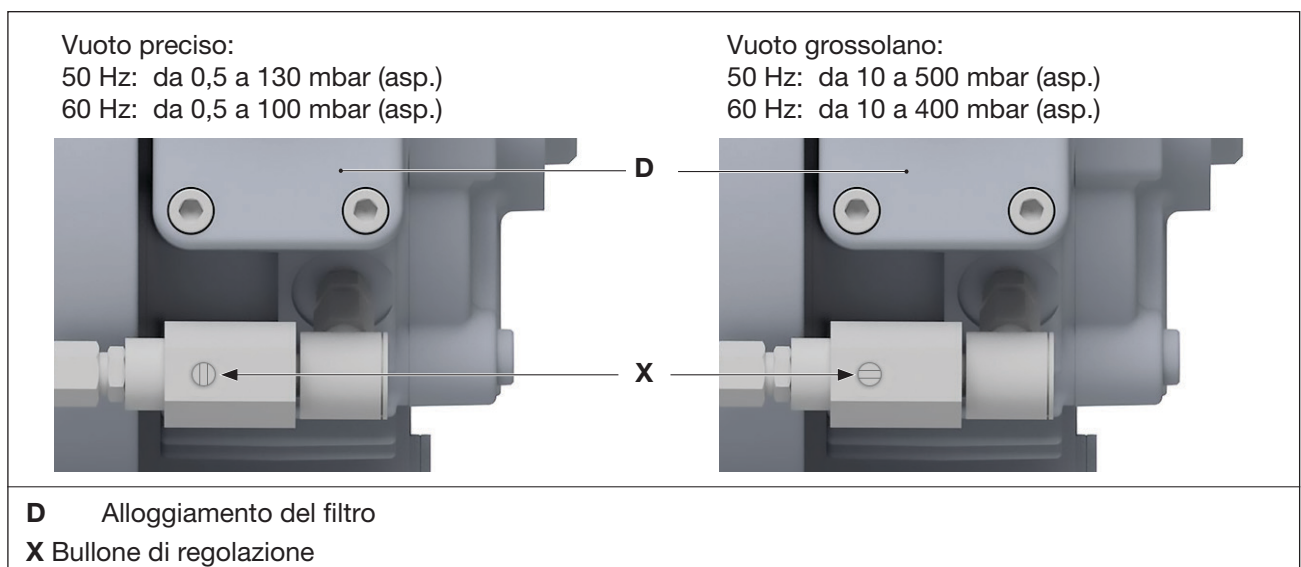

Fig. 5 Impostare campo di funzionamento variante VCE 25 (09)
- Impostare il bullone di regolazione (Fig. 5/X) sul campo di funzionamento desiderato utilizzando un cacciavite.
Le posizioni per il vuoto fine e il vuoto grezzo sono indicate in Fig. 5 .